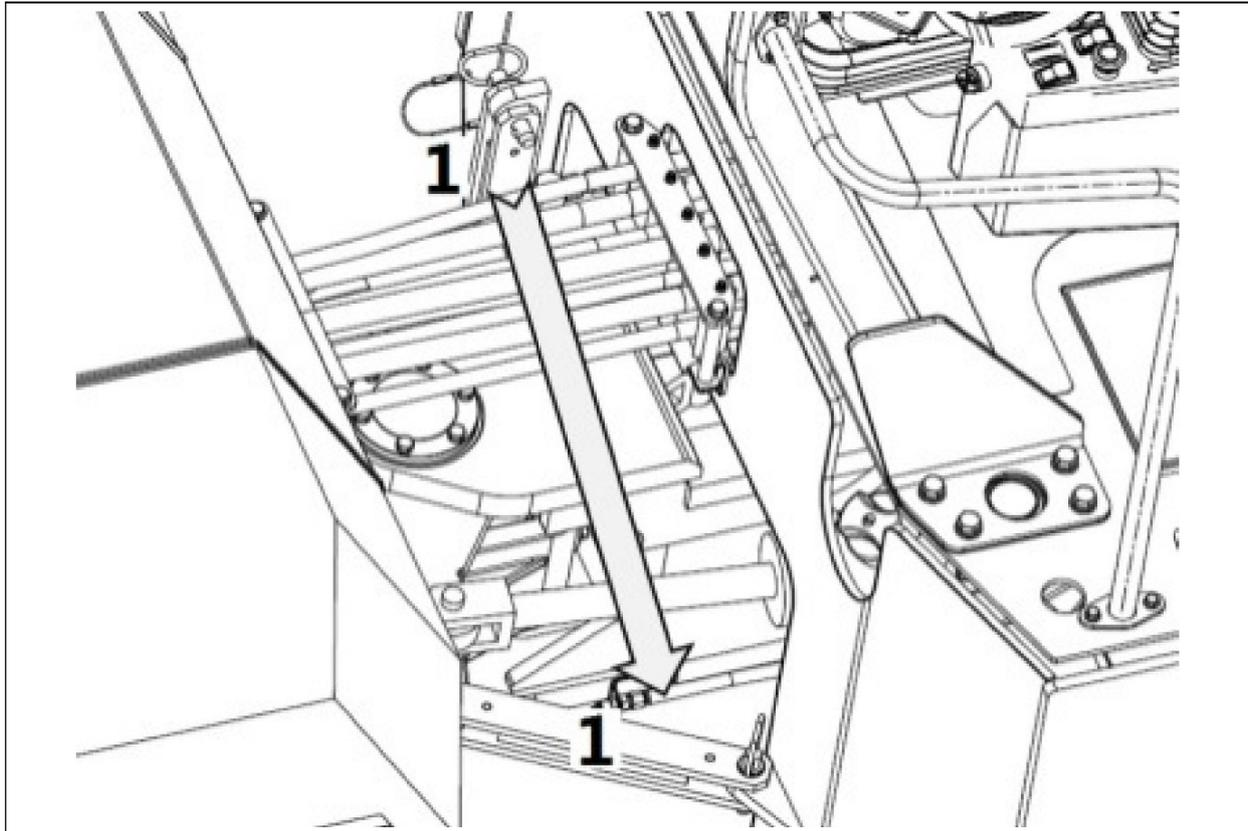

Fig. 4-3 Dobradiça de travamento
- Antes de içar, o pino de travamento deve ser inserido entre os quadros articulados e os orifícios entre o quadro articulado e o quadro traseiro para garantir que os dois quadros articulados e o quadro traseiro estejam travados e não possam girar em relação um ao outro (consulte a Fig. 4-3);